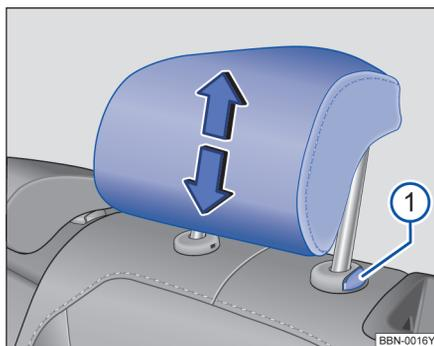

图 42 调整后排头枕
- 按住按钮⇒图 42①，同时沿箭头方向上推或下压头枕即可将头枕调整至合适高度⇒▲。